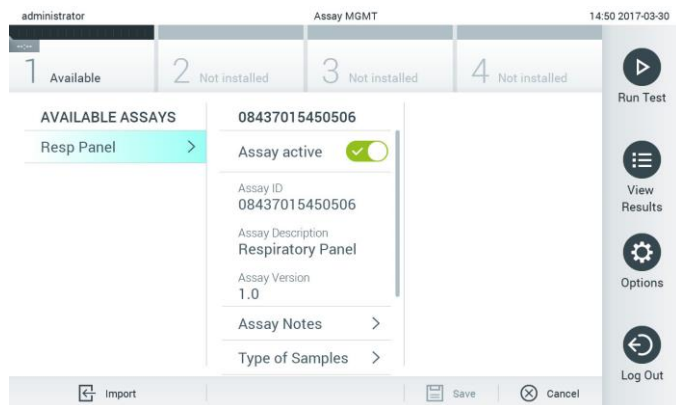

Figura 54. Gerenciando ensaios disponíveis.
1. Pressione o botão Options (Opções) e o botão Assay Management (Gerenciamento de ensaios) para acessar a tela Assay Management (Gerenciamento de ensaios). Os ensaios disponíveis são listados na primeira coluna da área de conteúdo (Figura 54).